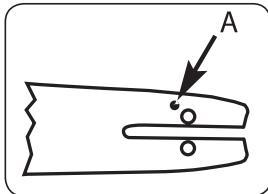

Abb. 3A
ACHTUNG: Verwenden Sie immer nur die Originalschiene mit Öldurchlass (A), damit die Schiene und die Kette mit Öl versorgt werden (Abb. 3A).